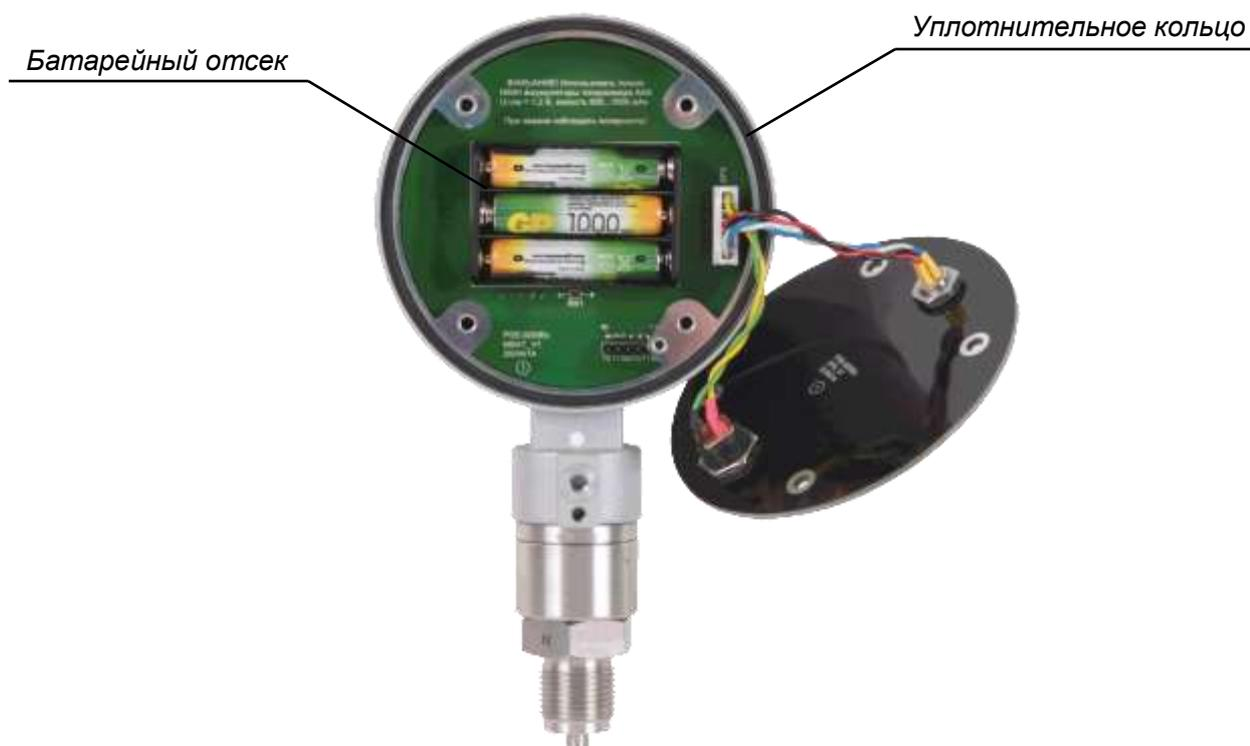

Рисунок 3
- 2) Отвернуть четыре винта крепления на задней панели преобразователя, обеспечив доступ к батарейному отсеку (рисунок 3).
- 3) Уплотнительное кольцо из корпуса преобразователя не вынимать (рисунок 3).